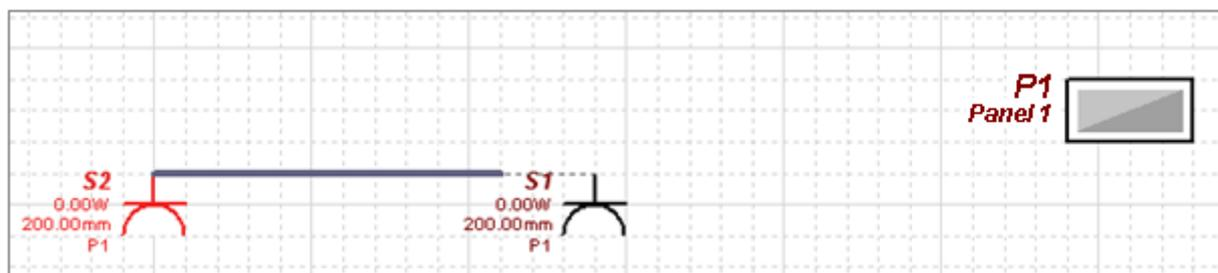
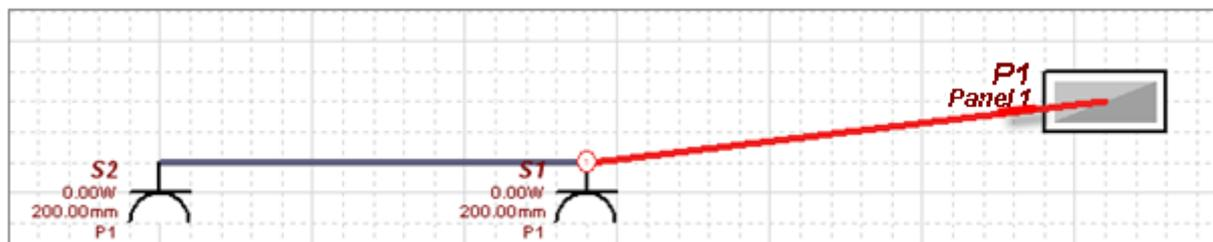

Fig. 19.
Fig. 20.
- **Cablear** los cables de un símbolo a otro siguiendo el orden lógico esclavo - maestro, acabando con una conexión al panel. Para hacerlo, utilice el comando **Cablear**. (Fig. 17). Seleccione su herramienta de cableado preferida (**Recto**, **Ortogonal**, **Curvado** o **Spline**) (Fig.18), haga clic en el material inicial y luego el siguiente (Fig.19). Seleccione consecutivamente en la misma manera el resto de los componentes (si hay) e acabe con el símbolo de panel de construcción (maestro) (Fig.20).